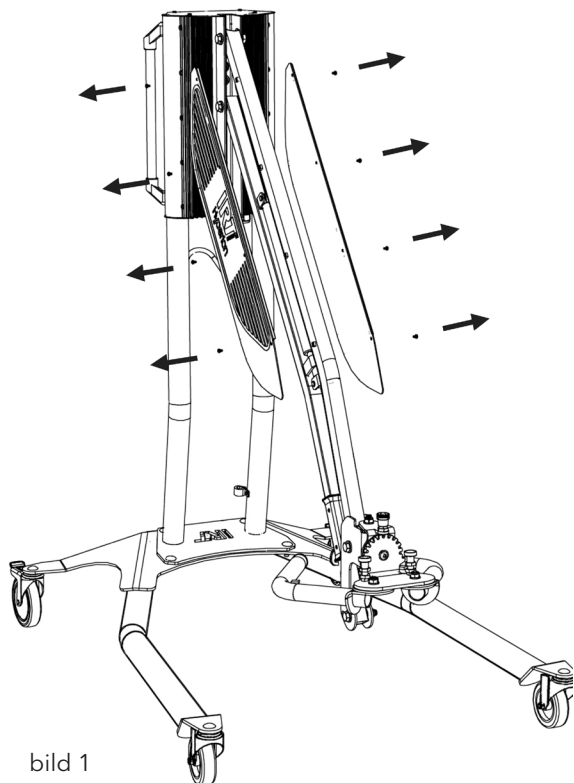

bild 1
1. Ta bort de fyra skruvar som håller plattan som finns på båda sidor om armen. (bild 1)